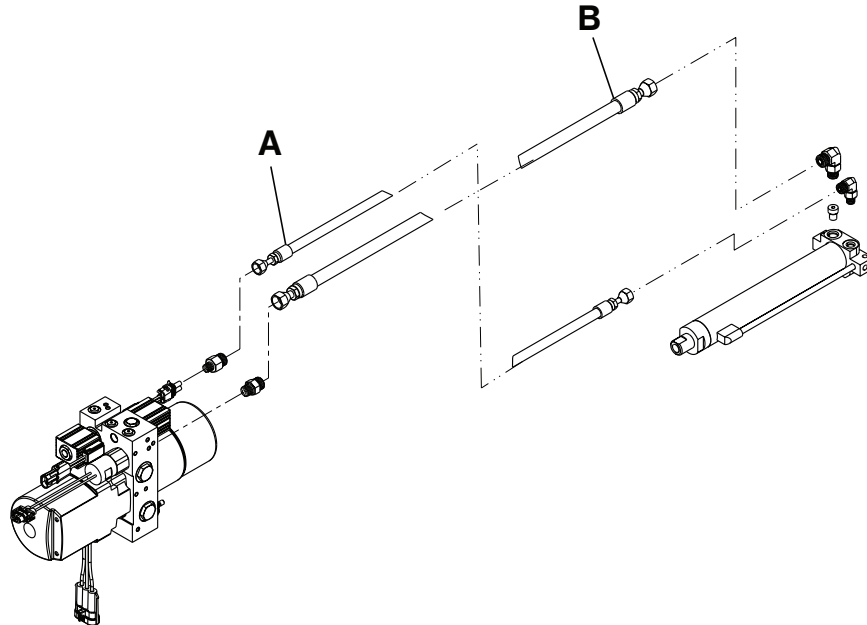

Figure 14 – Remplacement du tuyau hydraulique
3. À l'aide d'une clé mixte de 11/16 po et d'une clé mixte de 13/16 po, retirer le tuyau hydraulique (A ou B) (Figure 14). Mettre le tuyau de côté.